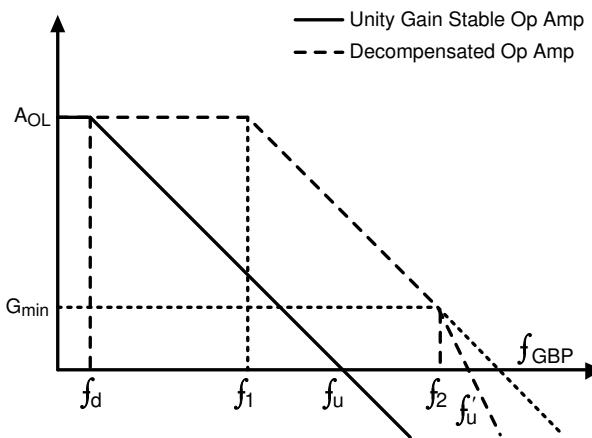

図 6-3. ユニティゲイン安定オペアンプと非補償型オペアンプのゲインと周波数の特性との関係
図 6-3 に示すように、ユニティゲイン安定アンプの支配的な極 f_d は、非補償型オペアンプの場合、周波数 f_1 に移動します。実線の A_{OL} プロットは、従来のユニティゲイン安定オペアンプの開ループゲインプロットです。TLV904xD などの非補償型アンプの内部補償の変化により、同じ電力量の帯域幅が増加します。上記のパラメータにおける利点に加えて、対応するユニティゲインと比較して利用可能なループゲインが高いため、スルーレートが高くなり、歪み値が小さくなることもあります。考慮すべき最も重要な要素は、オペアンプが G_{min} を上回るノイズゲイン (NG) になることを確認することです。 G_{min} より小さい NG の値は、 $1/\beta$ 曲線は 40dB/decade の A_{OL} 曲線と交差するため、図 6-3 に示すように不安定になります。この安定性解析手法を、閉鎖速度法と呼ばれます。TI プレシジョンラボを参照して、デバイスの安定性をよく理解し、安定性を確保するさまざまな手法をご確認ください。